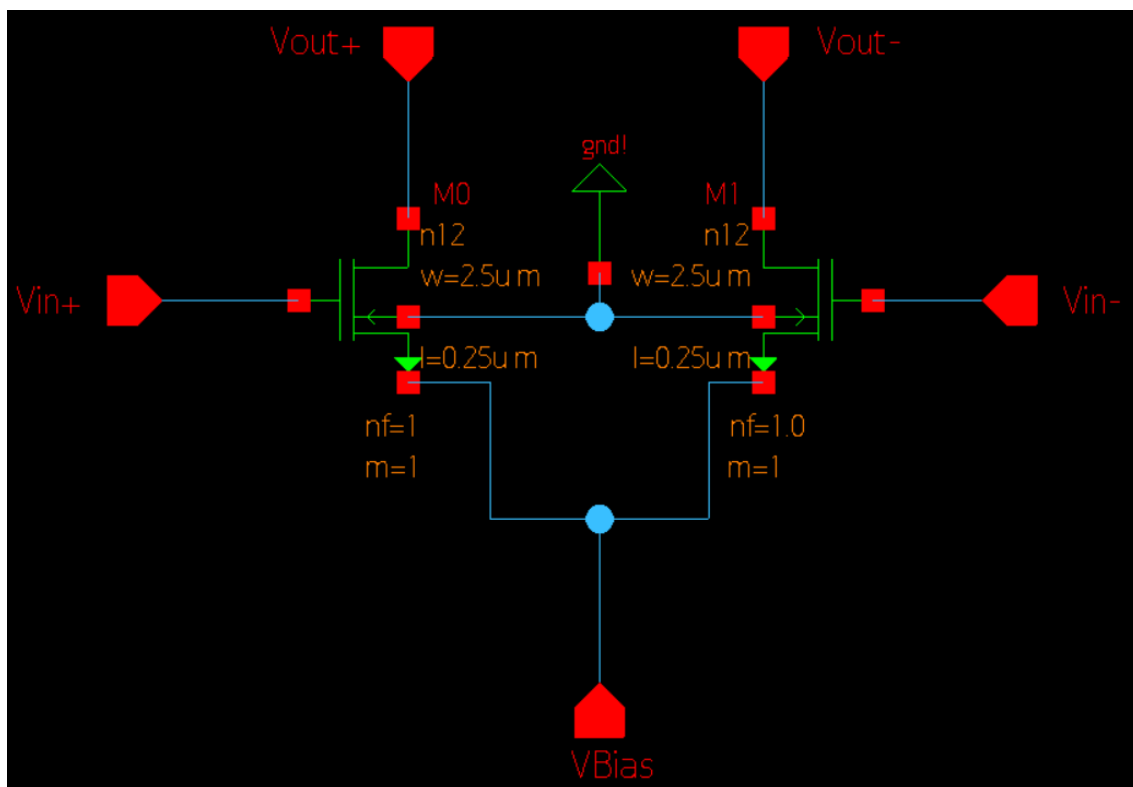
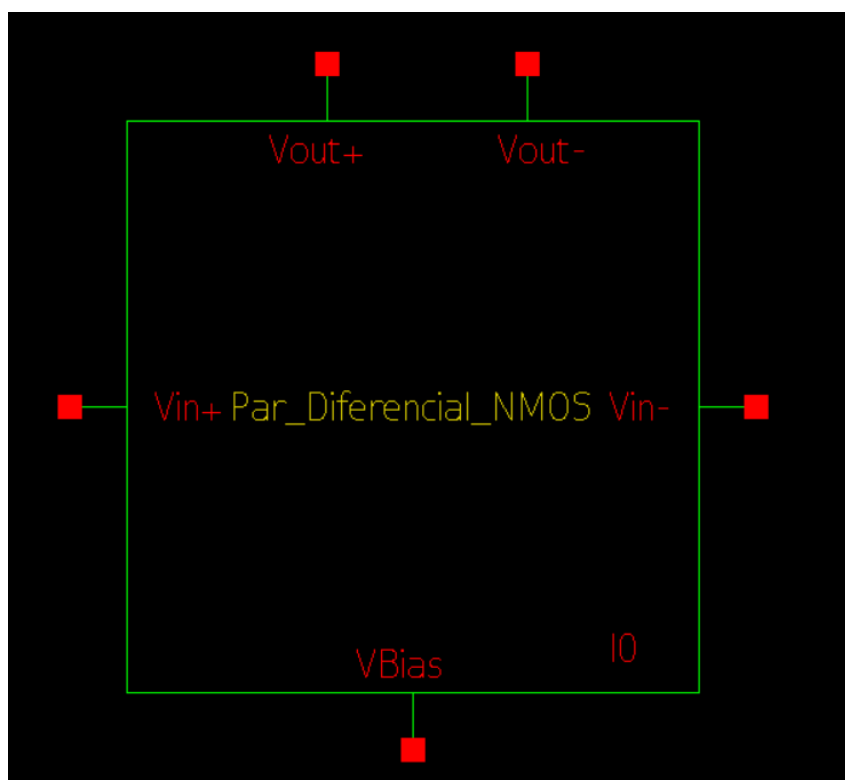

Fig. 7 – Esquemático para o Par Diferencial NMOS
Fig. 8 – Símbolo para o Par Diferencial NMOS
a) É pedido então para criar um esquemático e símbolo para o par diferencial NMOS. A Fig. 7 mostra o esquemático, enquanto a Fig. 8 mostra o símbolo construído.